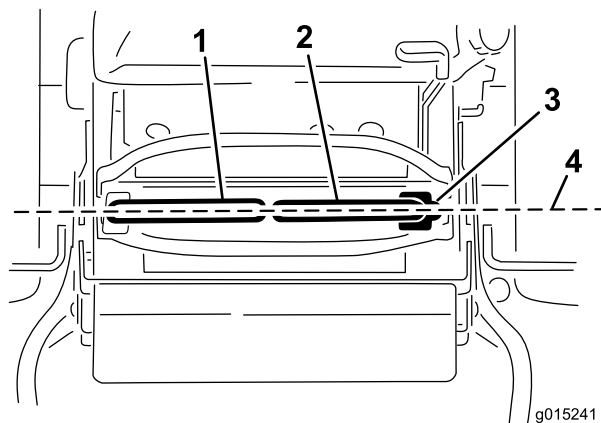

Figura 78
Importante: Compruebe el avance de la máquina después de ajustar las palancas de control de movimiento. Se utiliza el mismo procedimiento para ajustar la dirección y para alinear las palancas de control de movimiento hacia adelante-atrás (Figura 78).
1. Una vez ajustada la alineación horizontal, compruebe la alineación hacia adelante-atrás (Figura 78).